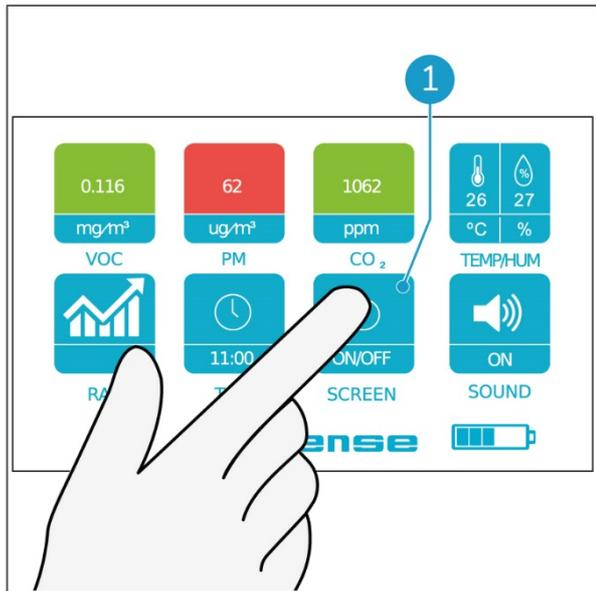

Abbildung 22
1. Tippen Sie mit einem Finger auf die Schaltfläche SCREEN (Abbildung 22, Pos. 1), um den Bildschirm auszuschalten.